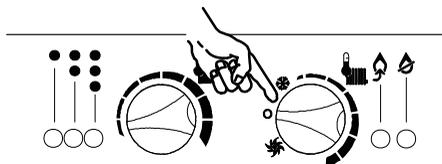

Fig. 6.4
- Apague la caldera colocando el selector de función en posición "⏻" como muestra la Fig. 6.4.